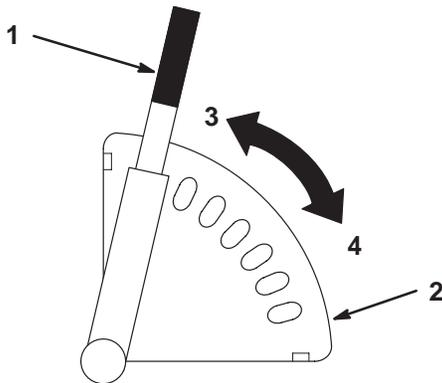

Bild 15
2. Ziehen Sie den Schnitthöhenhebel heraus, um in aus der Schere auszukuppeln (Bild 15).
3. Stellen Sie die gewünschte Schnitthöhe ein (Bild 15).
4. Lassen Sie den Hebel nach innen springen, um ihn in der Schere zu arretieren (Bild 15).